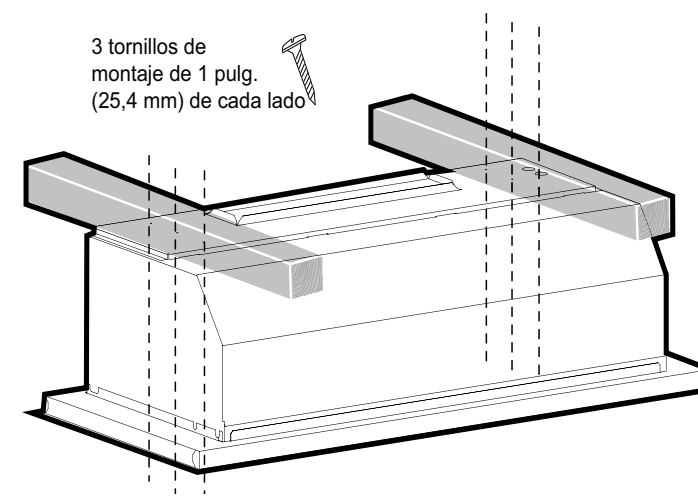

Figura 37: Tornillos laterales
- c) Sujete a las partes laterales el marco del armazón con seis (6) tornillos de montaje de 1 pulg. (25,4 mm) como se muestra en la *Figura 37*.